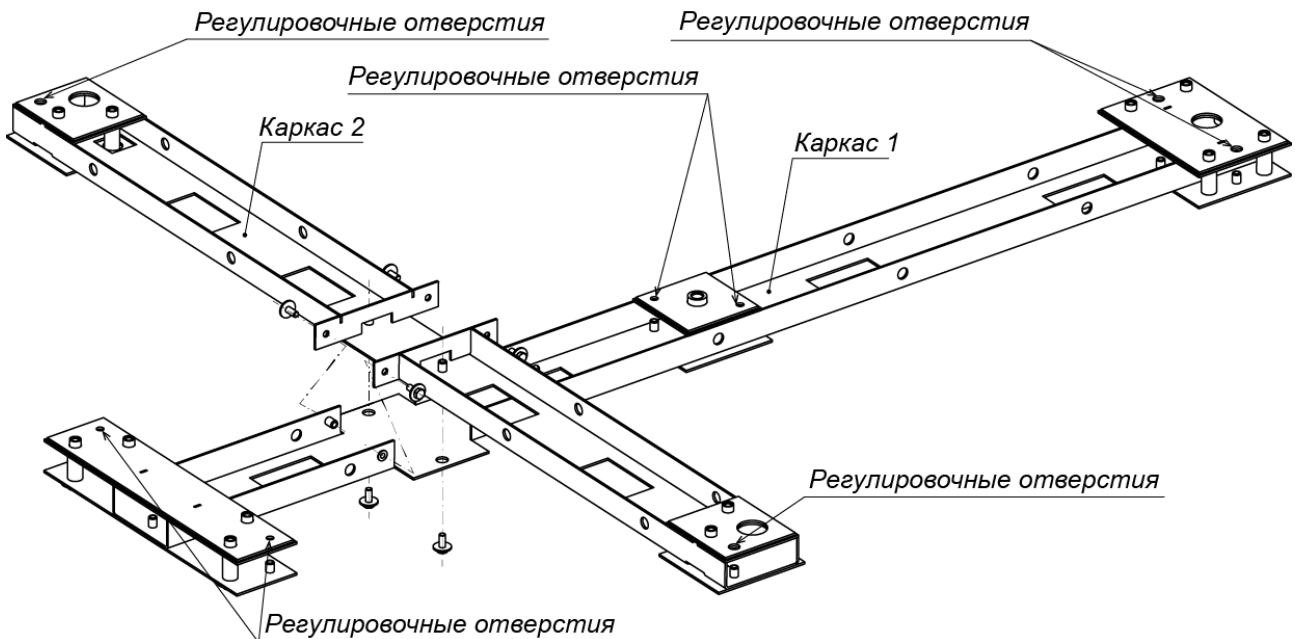

Рисунок 2. Схема сборки рамы.
3. Соберите раму монтажную в соответствии с рис. 2.